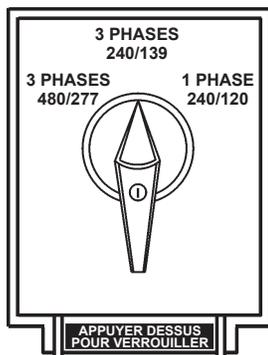

Figure 13. Commutateur de sélection de tension
Une large gamme de tensions sont disponibles pour fournir une tension d'alimentation pour une variété d'applications. Les tensions sont sélectionnées en utilisant le commutateur de **sélection de tension** (Figure 13). Pour obtenir certaines des tensions qui sont énumérées dans le Tableau 7 (voir ci-dessous), un réglage fin est nécessaire utilisant le **bouton de commande du régulateur de tension** (VR) situé sur le panneau de contrôle.
Le commutateur de sélection de tension (Figure 13) est situé au-dessus du panneau de connexion fixe du panneau de bornes de sortie. Il a été prévu pour faciliter la sélection de la tension.